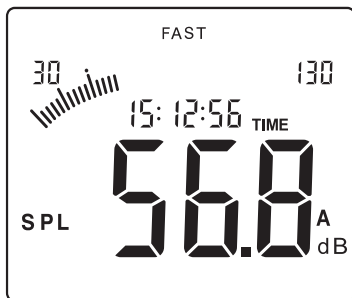

Figura 4
1. Pressione a tecla “**⏻**” com um toque simples para ligar o instrumento. O display exibirá a data por aproximadamente 2 segundos e, após mais 3 segundos, entrará no modo de medição padrão, conforme ilustrado na figura 4.